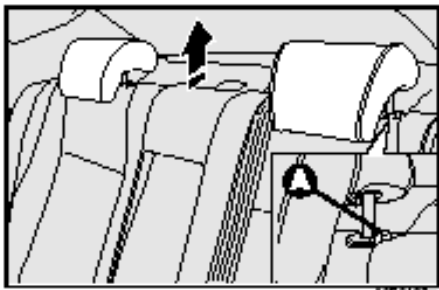

рис.35
- ❑ нажмите одновременно на кнопки **А** – **рис.35** (расположенные с двух сторон держателей подголовников) и выньте подголовники, подняв их вверх.